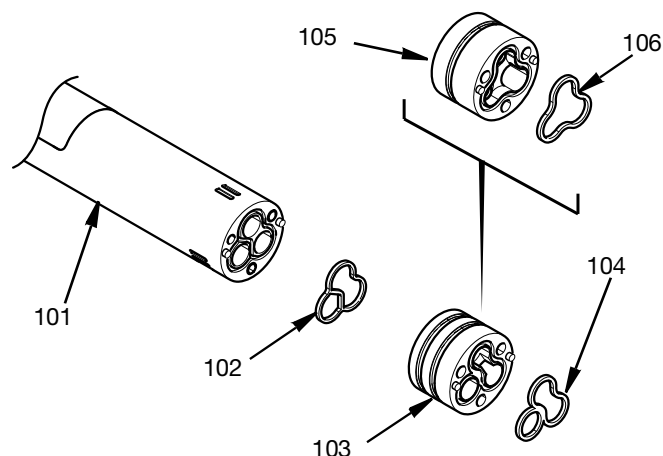

FIG. 28
8. Inserire una nuova guarnizione adattatore (102) nella fessura sulla parte anteriore del corpo centrale (101). Spingere l'adattatore appropriato (103/105) sul corpo centrale, inserendo i perni di posizionamento nei fori dei perni dell'adattatore. Posizionare una nuova guarnizione (104) per adattatore per due materiali (103) o una guarnizione (106) per adattatore per un materiale (105). Vedere FIG. 28.